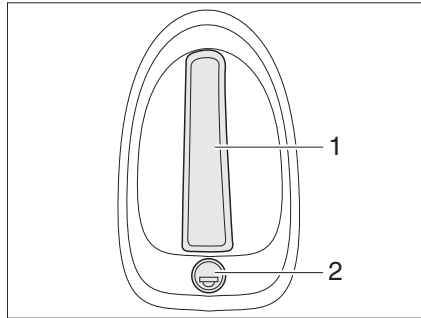

Fig. 26 Cerradura de la trampilla trasera, en el exterior
- Introducir la llave en el cilindro de cierre (Fig. 26,2) y girarla hasta que esté desbloqueada la cerradura de la trampilla.
- Tirar del tirador (Fig. 26,1). La trampilla trasera está abierta.
- Introducir la llave en el cilindro de cierre (Fig. 26,2) y girarla hasta que esté bloqueada la cerradura de la trampilla.